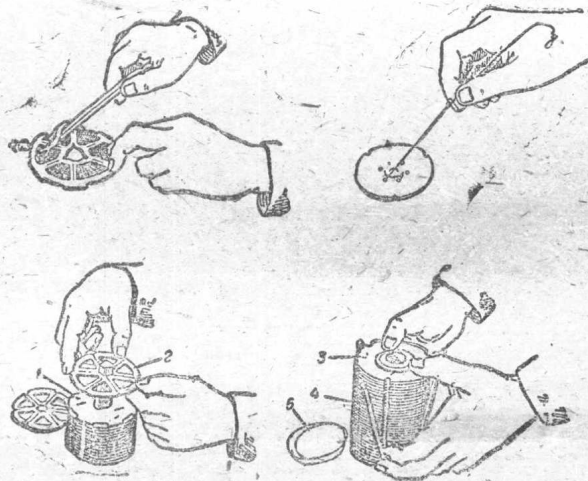

图2 清洗及装配机油滤清器细滤芯
4. 检查滤芯是否需要更换（指細滤清器）或加以清洗（见图2）；